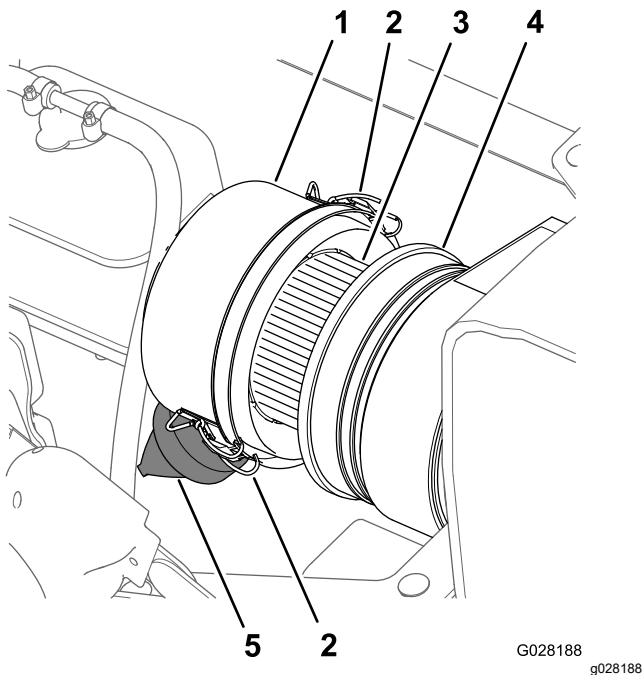
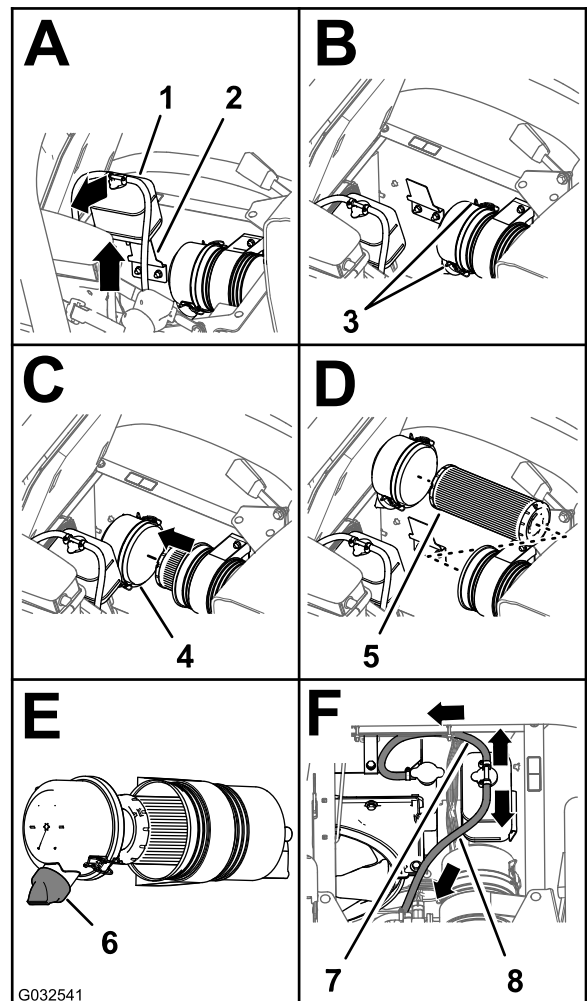

图 71
图 72
3. 清洁防尘盖和空气滤清器壳体图 71。
4. 检查空气滤清器壳体是否存在可能导致空气泄漏的损坏图 71。
5. 挤压防尘阀清除污物、灰尘和杂物 (图 71)。
7. 检查空气滤清器滤芯是否积聚了过多灰尘、污物和杂物图 71。
8. 将防尘盖安装到空气滤清器壳体上使用 2 个搭扣固定防尘盖图 71。
2. 清洁防尘盖和空气滤清器壳体图 71。
3. 向上提起冷却液溢流罐并将其移离溢流罐支撑架图 72。
4. 松开将防尘盖固定至空气滤清器壳体的 2 个搭扣图 72。
6. 用湿抹布将防尘盖、空气滤清器壳体和防尘阀内部擦拭干净图 71和图 72。
7. 将空气滤清器滤芯插入空气滤清器的壳体图 72。
8. 将防尘盖安装到空气滤清器壳体上使用 2 个搭扣固定防尘盖图 72。
**注意** 确保从尾端看时防尘阀在 57 点钟位置是对齐的图 72。
9. 将冷却液溢流罐与溢流罐支撑架对齐稳固放置溢流罐图 72。
**重要事项** 确保压力释放软管向前下方伸出溢流罐通风软管向后方伸出如图 72 所示。